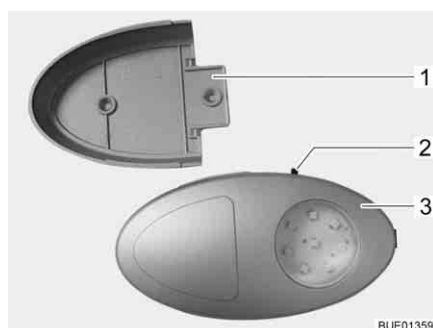

Bild 61 Klädskåpslampa
- ▷ Klädskåpslampan kan dras ut från skruvhållaren (Bild 61,1) och användas som ficklampa.
På-/av-brytaren (Bild 61,2) sitter direkt på klädskåpslampan (Bild 61,3).